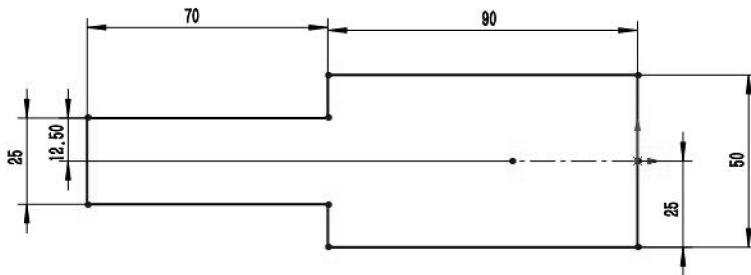

图 6-46 基体法兰草图
- 02 在【草图】选项卡中单击【草图绘制】按钮，选择上视基准面作为草图平面，绘制如图 6-46 的基体法兰草图。